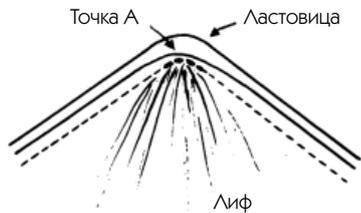

Рис. 307
4. Заколите полуластовицу вдоль прямых линий точка к точке (от С и В к А). Если хотите, намечайте, но в этом случае вдоль окружности нужно выполнить настоящие тугие стежки «назад иголку» шелковыми нитками в тон ткани, работая со стороны лифа (см. на рис. 307 пунктир, усиленный в точке А).